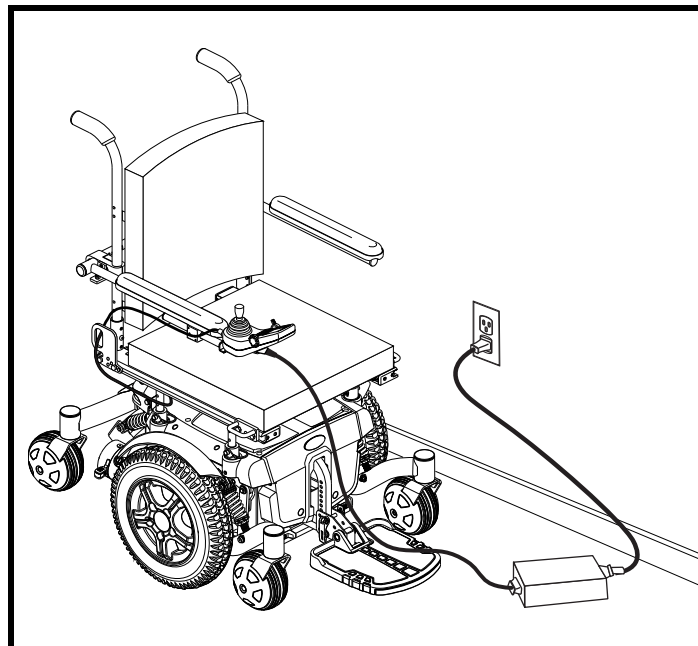

Figura 25. Carricamento della batteria
3. Collegare il caricatore esterno con la presa per caricabatterie esterno/programmazione sulla centralina. **Vedere la figura 25.**